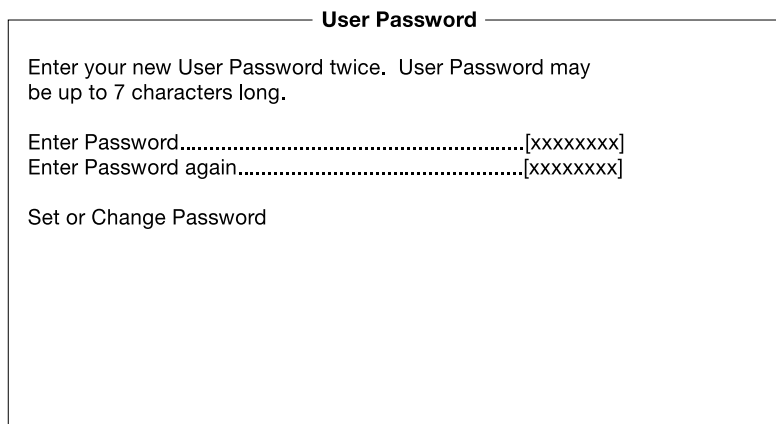

Figura 4-14 Pantalla de contraseña del usuario
1. Inhabilite el parámetro User Password en el menú System Security. Para ello, pulse la tecla de flecha izquierda o derecha. Aparece la pantalla de contraseña del usuario que se muestra en la Figura 4-14: